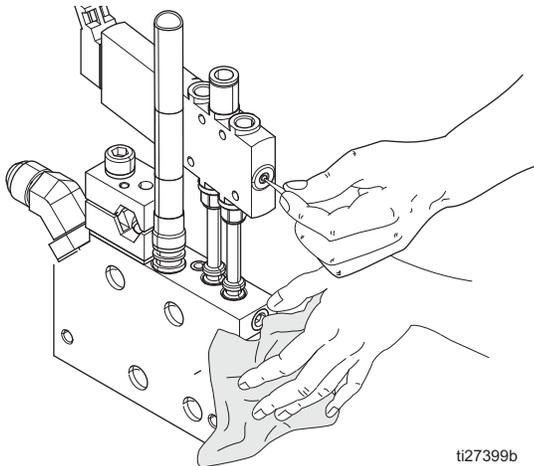

ABB. 19
5. Einen Lappen über die Luftanschlüsse des Verteilers halten und die Luftzufuhr zum Reinigen der Anschlüsse einschalten wie in **Abbildung 19** gezeigt.